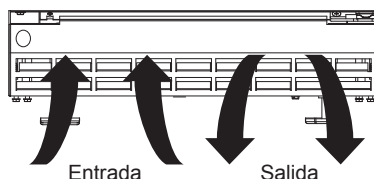

Figura 2
- 8 Posicione la unidad para que el aire pueda circular por la rejilla frontal (Figura 2).